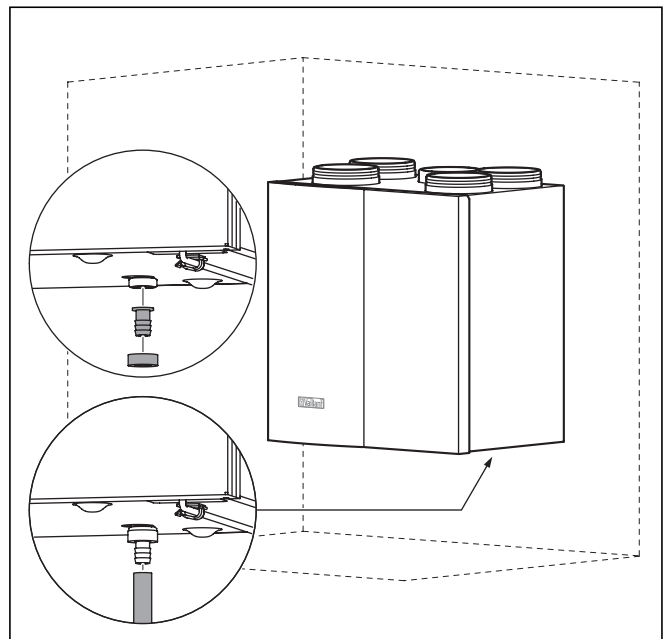

Abb. 4.6 Kondenswasseranschluss
- Die Kondenswasserableitung muss mit einem Schlauch an einen Wasserablauf mit Geruchverschluss (Siphon) angeschlossen werden (siehe Abb. 4.6).